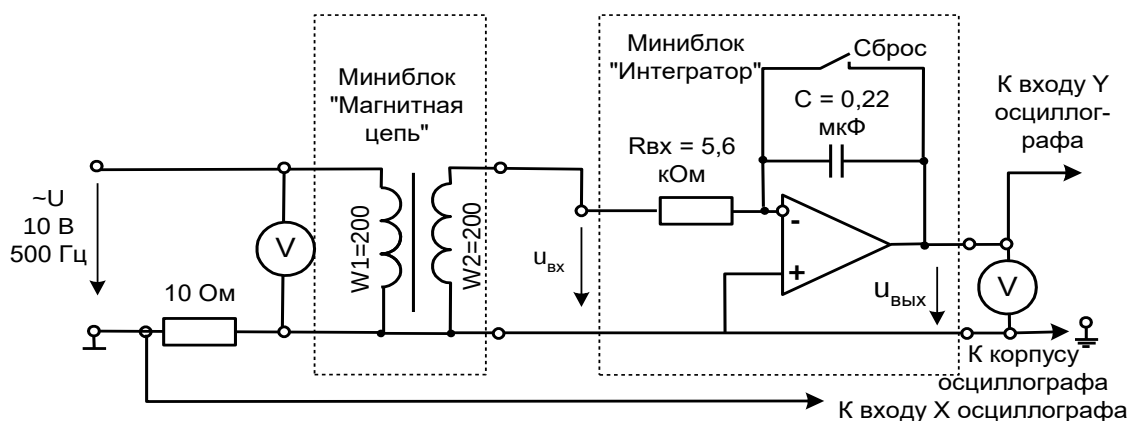
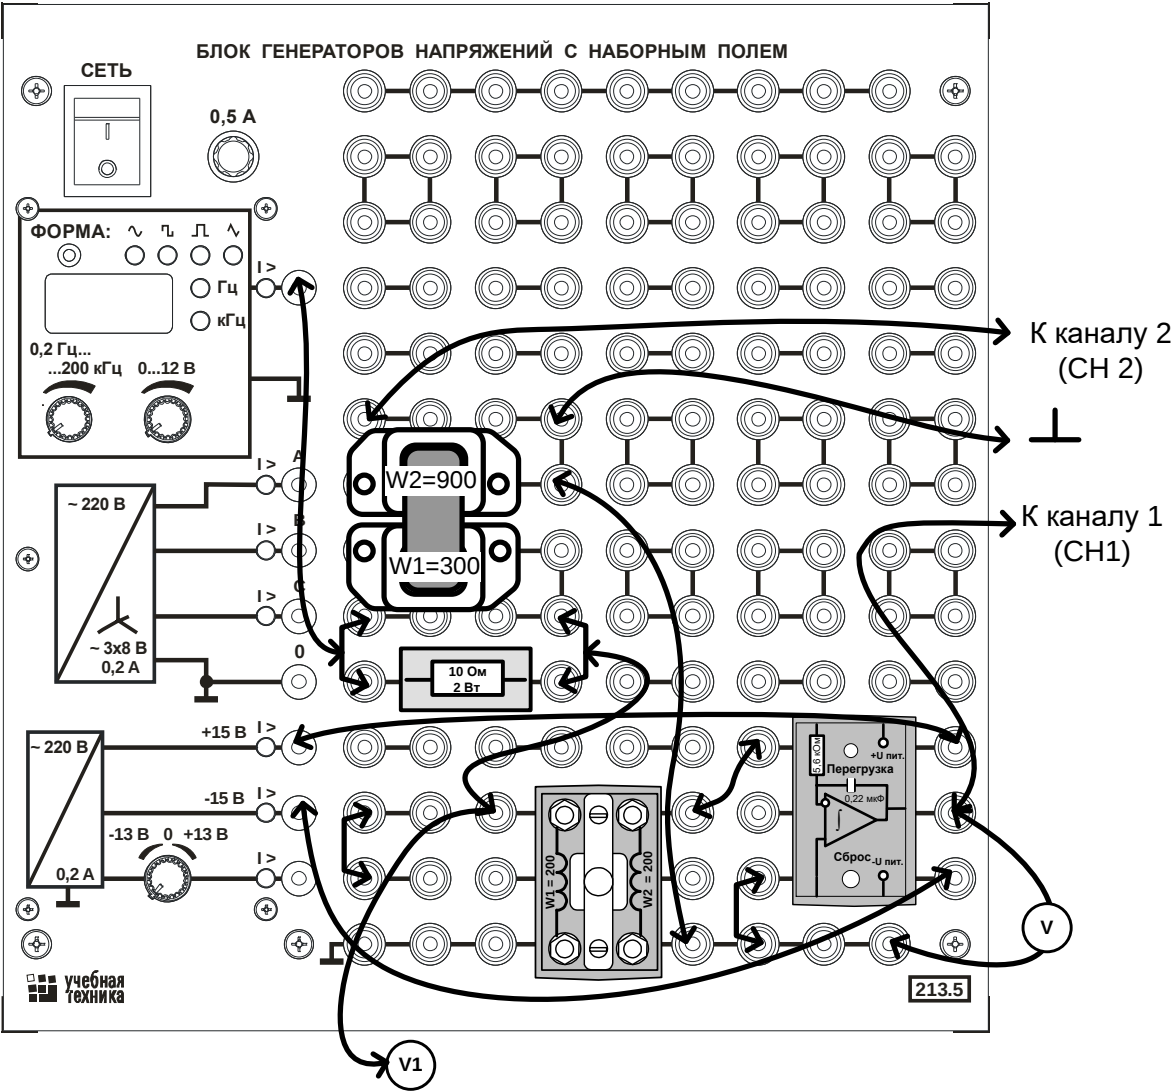

Рис.5.7. Принципиальная схема установки.
Рис. 5.8. Монтажная схема.
Вебер-амперная характеристика магнитопровода $\phi(iw)$ при переменном токе имеет вид петли (петля гистерезиса), ширина которой зависит от потерь энергии в магнитопроводе на перемагничивание и вихревые токи. При увеличении зазора в магнитопроводе петля вырождается в прямую линию. В данной лабораторной работе петля гистерезиса выводится на дисплей компьютера с помощью USB осциллографа в режиме XY. Принципиальная схема установки показана на рис. 5.7.
- Соберите цепь согласно принципиальной схеме (рис.5.7) и монтажной схеме (рис. 5.8). **При подключении осциллографа аттенюаторы пробников-делителей установите в положение**